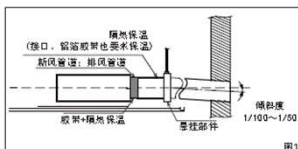

图1
①安装与室外侧连接的管道(2根)时,要向室外倾斜,《倾斜度1/100~1/50》防止雨水侵入。(图1)